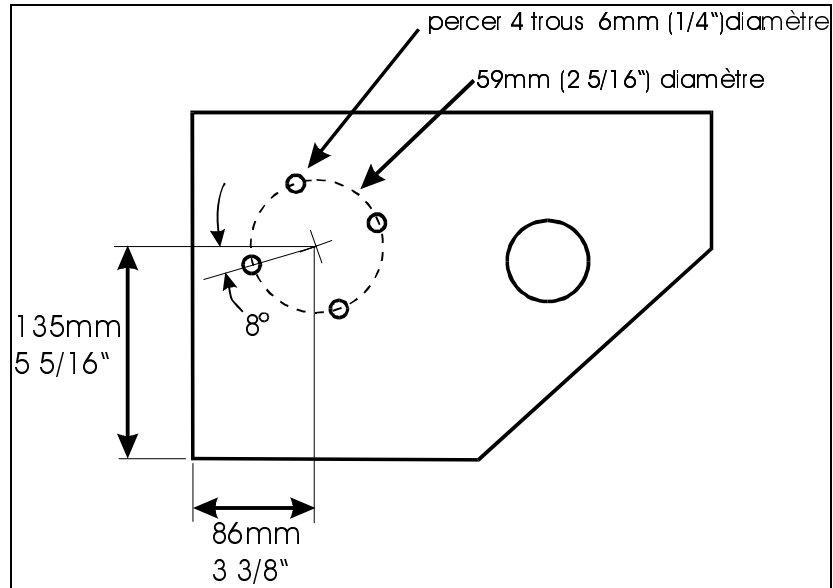

FIGURE 3 : POSITION DES PERÇAGES
12. À l'aide du socle de la nouvelle pompe, marquer la position des perçages au fond de la boîte ou utiliser le schéma de la figure 3. Percer 4 trous \varnothing 6mm (1/4") sur le fond de la boîte de pompe. Assurez-vous de bien orienter la sortie de la pompe.